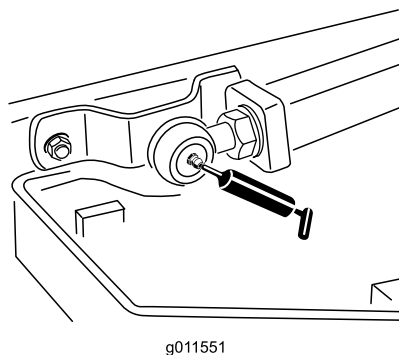

Figura 42
- Rótulas de los brazos de elevación (2) (Figura 42)